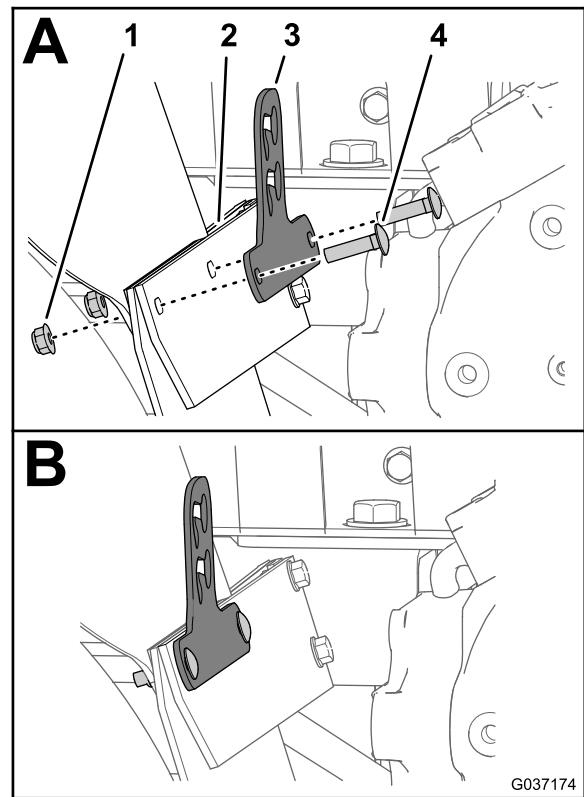

Bild 10
3. Befestigen Sie die Ventilbefestigung, Kotflügelhalterung, Schmutzfänger und den Kotflügel (Bild 10) mit den beiden Schlossschrauben (5/16" x 1¼") und zwei Sicherungsbundmuttern (5/16").